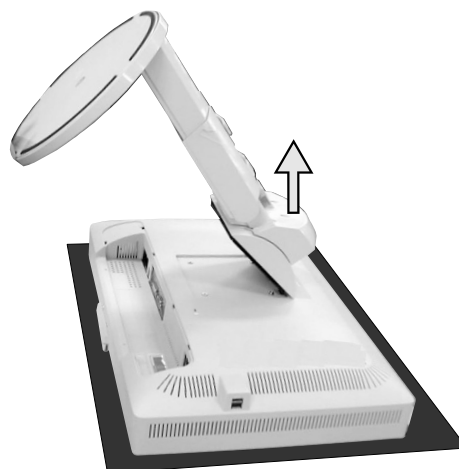

Abbildung S.4
5. Entfernen Sie den Monitorfuß (**Abbildung S.4**).